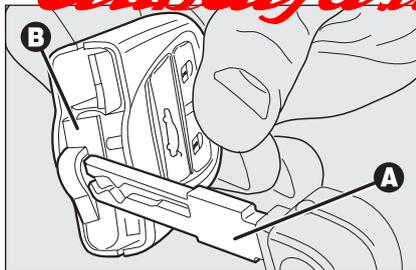

fig. 9
- sfilare il cassetto **B-fig. 9** (di colore rosso) inserito a pressione facendo leva con l'inserto metallico **A** della chiave elettronica nel punto indicato in figura;